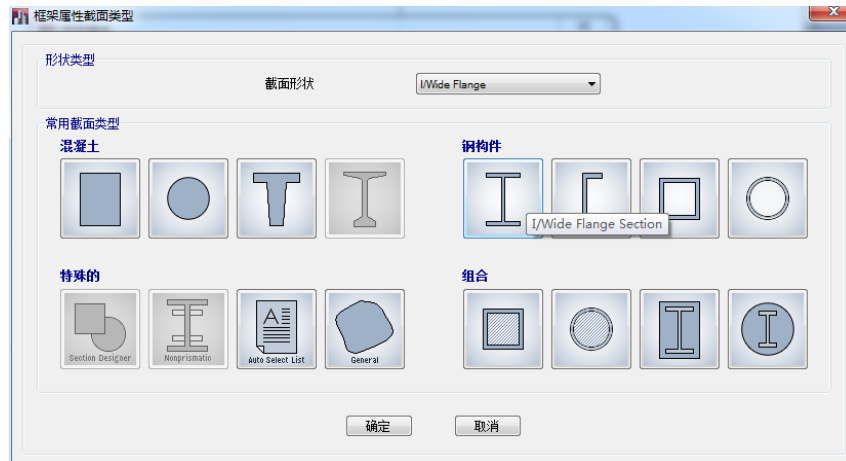

图 3-2 框架属性截面类型对话框
2. 在点击区域，选择**导入新属性**按钮，弹出如图 3-2 所示的**框架属性截面类型**对话框。